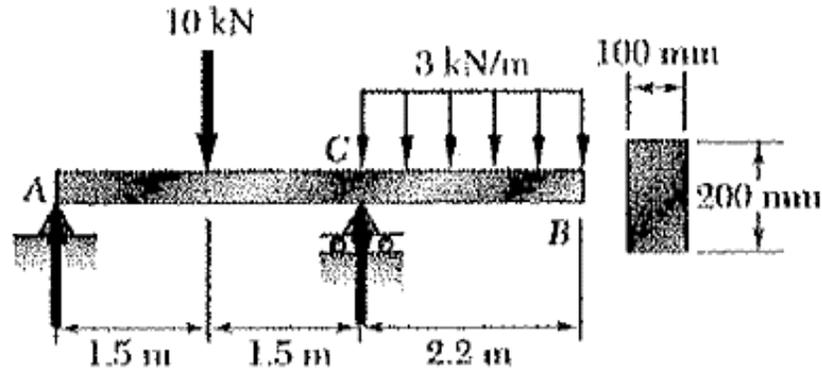

Figura 6.1. Viga para el problema 6.1.
- Para la viga que se muestra en la figura 6.1 trace los diagramas de fuerzas cortantes y momentos flexionantes: